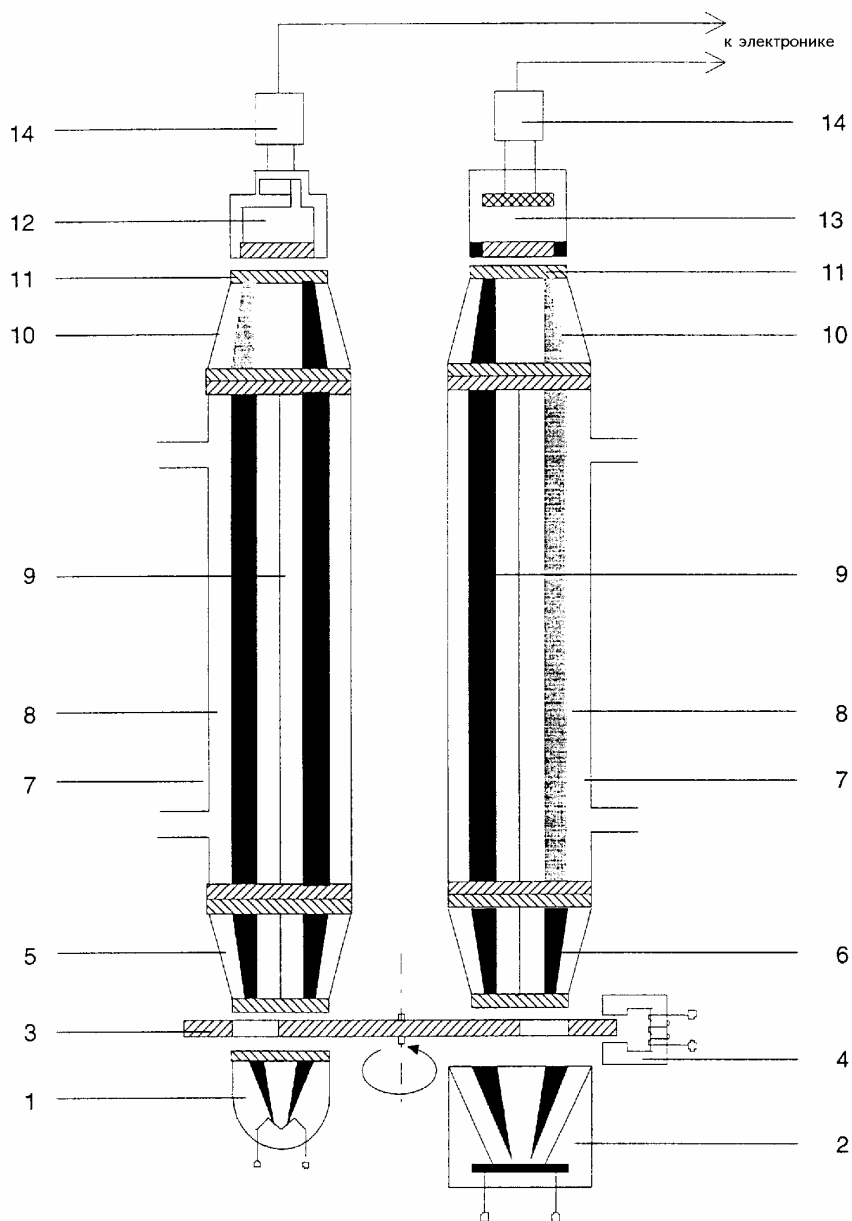

Рис. 2-1. Принцип измерения для ИК/УФ излучения
Главный фотометрический узел показан на Рис. 2-1.
Узел фотометра подобен узлу с «газовым детектором» (Рис. 2-1) с исключенной аналитической ячейкой. Для аналитической ячейки используется вариант без разделения. За этой аналитической ячейкой излучение проходит вторую ячейку (10) для фильтра на пироэлектрический детектор (12). В указанной ячейке для фильтра находятся необходимые оптические фильтры.
Измерения поглощения в УФ (ультрафиолетовом) спектральном диапазоне основаны на тех же принципах, что и измерения в ИК диапазоне (Рис. 2-1).